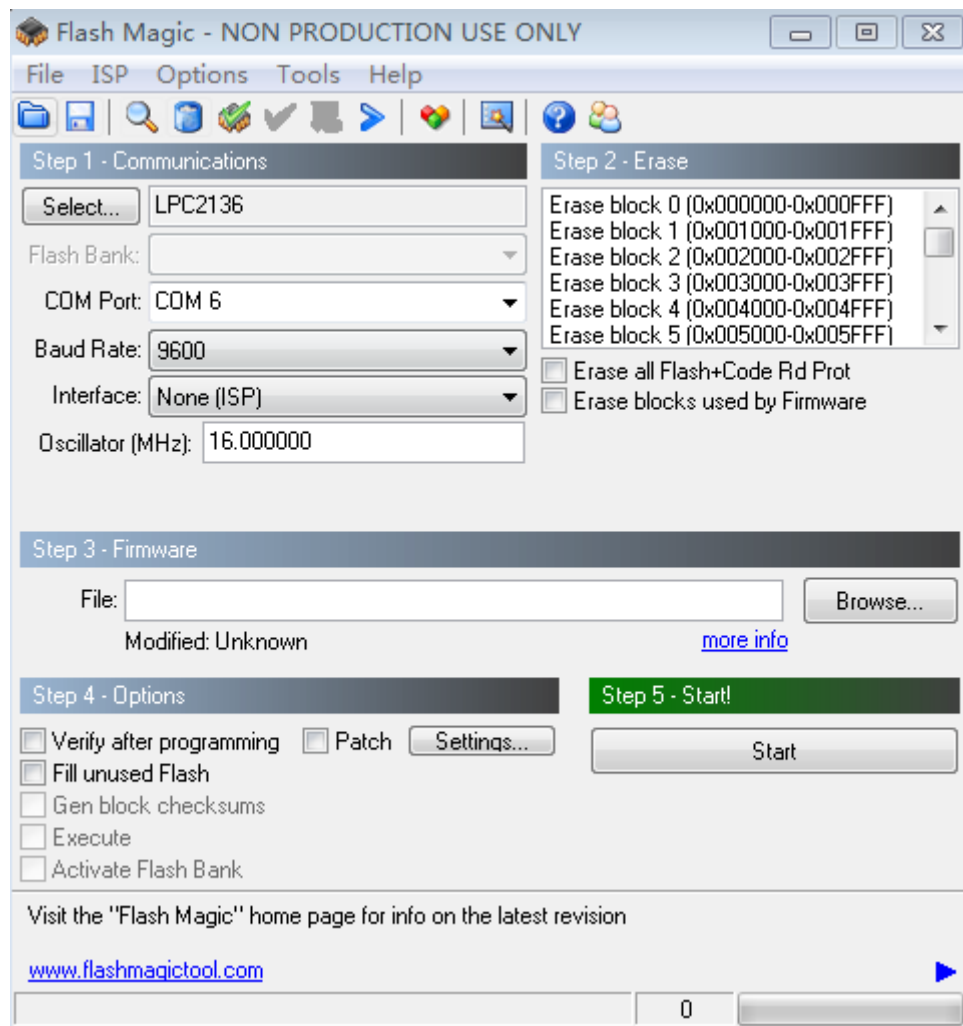

图 5.9 Flash Magic 启动界面
- (1) 将芯片的 USART0 的 TXD (PIO0.4) 和 RXD (PIO0.0) 引脚和计算机串口的引脚连接起来，同时将 ISP 引脚 (PIO0.12) 与 GND 短接，复位或者重新上电。
- (2) 使用快捷键 WIN 打开 Windows 开始菜单，点击  这个图标打开软件，运行之后界面如图 5.9 所示。